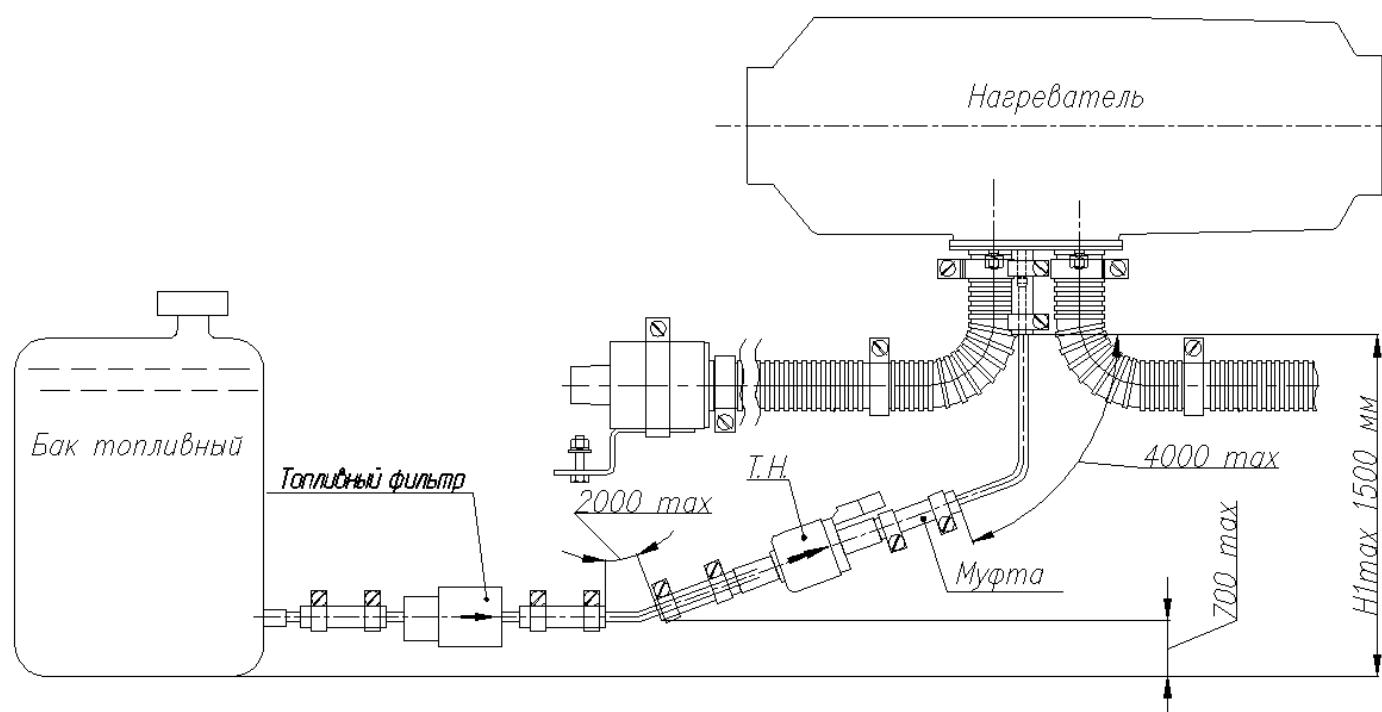

Рис.11 Схема монтажа топливной системы отопителя
Схема соединений узлов и деталей отопителя показаны на рис.11.
- топливную трубку нагревателя предпочтительней располагать выше максимального уровня топлива в топливном баке (см. рис. 11, рис. 13);
Схемы относительного расположения топливного бака, топливного насоса и нагревателя показаны на рис.11 и рис.13. Схема монтажа топливозаборника представлена на рис. 12